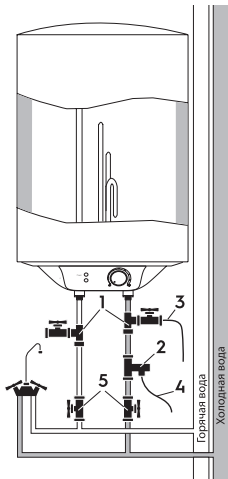

Рис. 3.
2. Подключение обратного предохранительного клапана (рис.3, поз. 2): клапан следует устанавливать в месте входа холодной воды (удостоверьтесь, что гибкая сливная трубка (рис.3, поз. 4) установлена, на отверстие спуска давления и слива воды и направлена вниз в специальный дренаж для удаления воды).
3. При подключении к системе водоснабжения необходимо предусмотреть и реализовать установку индивидуальных запорных вентилей (рис. 3, поз. 5) на линии подачи холодной воды в водонагреватель и на линии выхода горячей.
5. Для упрощения процесса слива воды из водонагревателя рекомендуется на входе и выходе воды из водонагревателя установить тройники (рис. 3, поз.1).